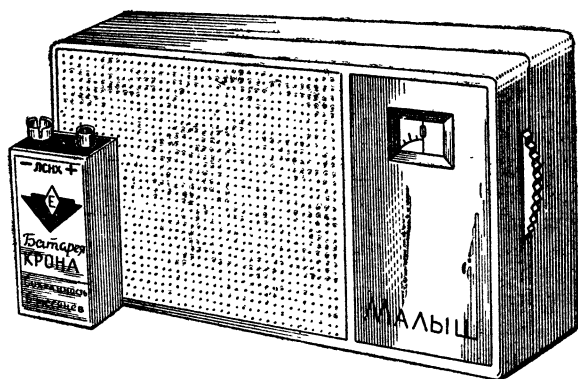

Рис. 5. Внешний вид приемника «Малыш».
**Краткая характеристика.** Приемник, внешний вид которого показан на рис. 5, выполнен на трех транзисторах и одном полупроводниковом диоде и содержит небольшое количество других распространенных деталей. Он имеет небольшие габариты ( $110 \times 70 \times 28$  мм) и вес
Футляр приемника можно изготовить из листового (желательно цветного) органического стекла толщиной 2,5—3 мм. Внешнее оформление футляра показано на рис. 5. Декоративными элементами являются сетка, прикрывающая диффузор громкоговорителя, наличник для шкалы и этикетка. Сетка может быть как металлической, так и пластмассовой. Этикетку можно сделать путем гравировки непосредственно на материале футляра. В наличнике для шкалы следует закрепить защитное стекло из прозрачного органического стекла.